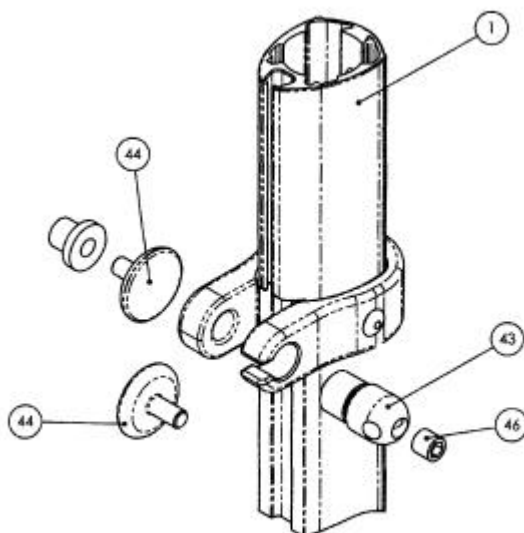

Fig.17
IV 13 - Dévisser à la main de quelques tours le bouton tribord (43) du guide ralingue (3) pour écarter les galets (44). *Fig. 17.*
voir fig. 17